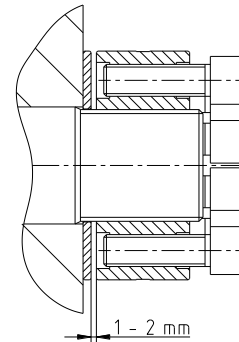

Fig. 5 :
- Après cela, desserrer l'écrou (composant 1.1) pour laisser un jeu de 1 à 2 mm (Figure 5).